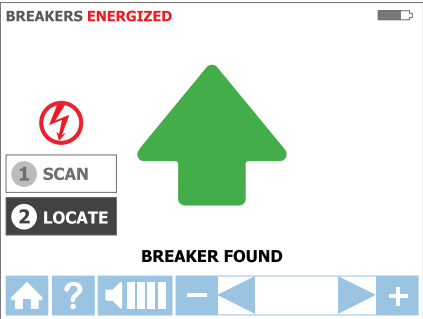

图3.3e
3. 重新扫描全部断路器，直到出现实心绿色箭头和声音提示(连续蜂鸣)，表示已经发现正确的断路器。(参见图3.3e)